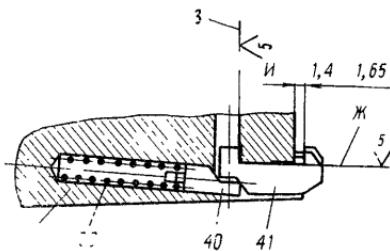

Рис. 45. Подгонка выбрасывателя:
8.3. Проверить расстояние от зацепа выбрасывателя до дна чашечки затвора калибром К-1 (приложение 1), размер *И* на рис. 45, расстояние должно быть 1,4—1,65 мм.
8.4. При большем расстоянии подобрать новый выбрасыватель, при меньшем расстоянии — опилить цапфу выбрасывателя по рис. 45.
8.7. Если патрон выпадает, то опилить плоскость *Ж* выбрасывателя по рис. 45 и 44 до получения надежного удержания выбрасывателем учебного патрона.